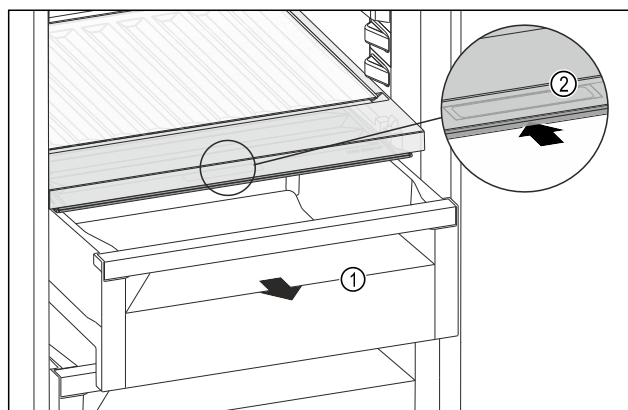

Fig. 159
- ▶ Zásuvku Fig. 159 (1) vytáhněte.
- ▶ Uchopte prohlubeň pro rukojeť Fig. 159 (2) na víko zásuvky a současně zasuňte víko zásuvky směrem dozadu.